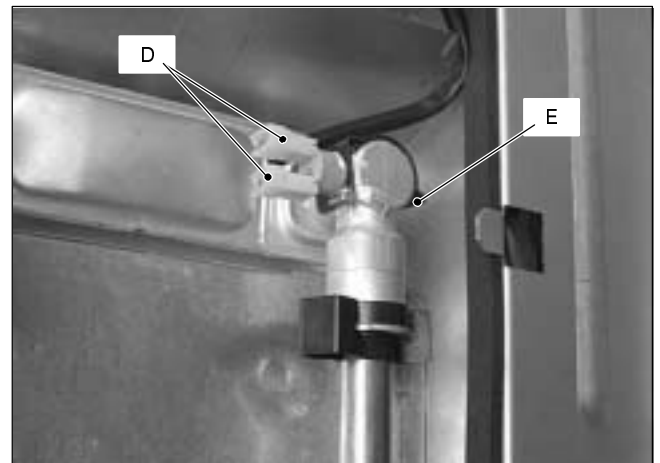

Fig. 81
- 2 Disconnect the wiring *D* (Fig. 81).